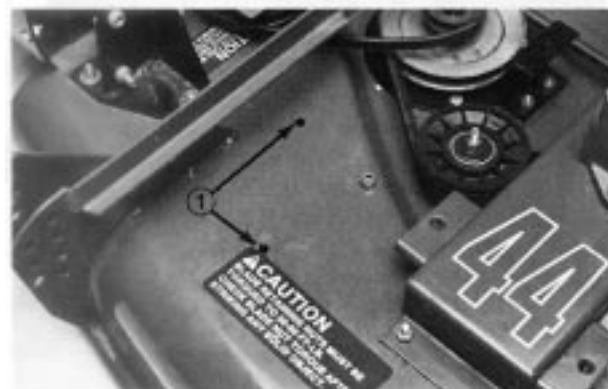

Figure 13
4. L'ensemble de tension étant engagé dans la courroie, marquer l'emplacement des rainures sur le carter de lame. Percer un trou de $11/32"$ (9 mm) de diamètre près de l'extrémité côté poulies de chaque rainure. Limer les trous en carré pour recevoir les boulons de carrossier (Fig. 13).